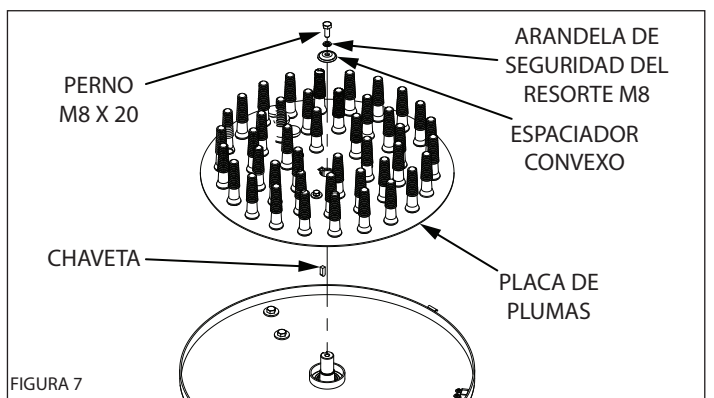

FIGURA 7
9. Inserte la chaveta en el eje de salida. **(CONSULTE LA FIGURA 7)**
12. Monte la tuerca de 8 mm, la arandela de seguridad M8 y el espaciador convexo de 8 mm sobre el eje. Apriete con una llave de 13 mm. **(CONSULTE LA FIGURA 7)**